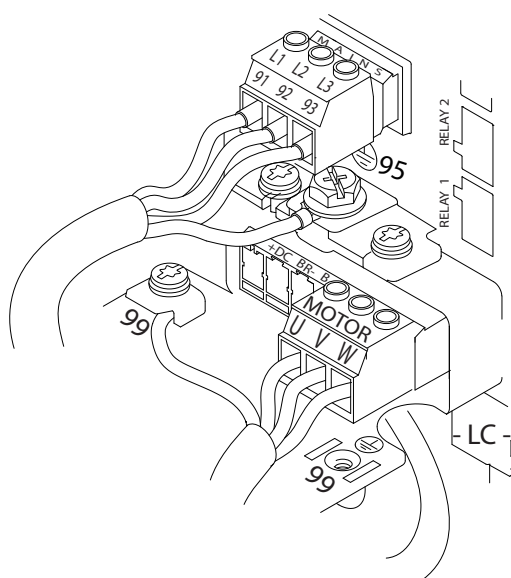

Bild 4.6 Exempel på kabeldragning för motor, nät och jordning
Bild 4.6 visar nätingången, motorn och jordningen för frekvensomformare av standardtyp. Den verkliga konfigurationen kan variera beroende på enhetstyp och tillvalsutrustning.
1. Anslut trefas växelströmkablar till plint L1, L2 och L3 (se *Bild 4.6*).